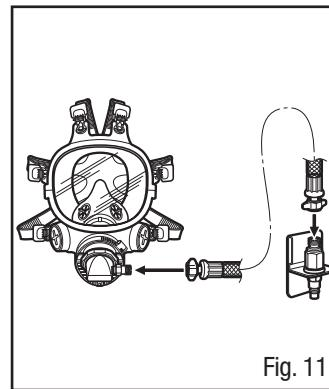

Fig. 11
2. Raccorder le tuyau de respiration W-3188 3M^{MC} à l'adaptateur (Fig. 11).
3. Raccorder le tuyau de respiration W-3188 3M^{MC} à la soupape de régulation d'air (Fig. 11).